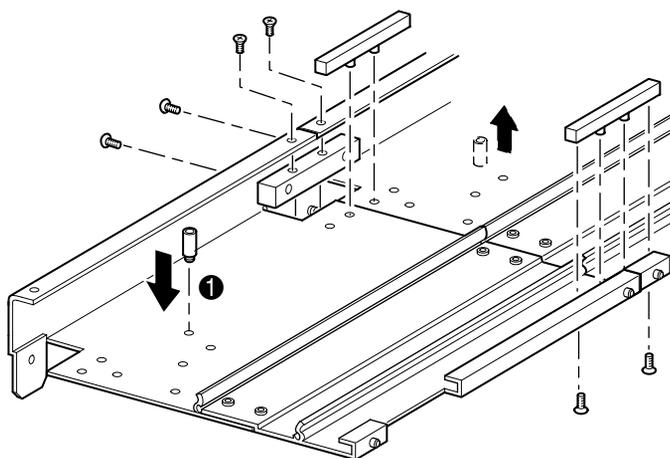

Figure 2-15. Installation des barres d'assemblage
- b. Alignez les broches des deux étroites barres d'assemblage avec les trous dans l'extension et l'unité de base PTM (voir la Figure 2-15), puis fixez-les en utilisant quatre vis de montage (deux vis pour chaque barre d'assemblage).
- c. Fixez la barre d'assemblage large (bord biseauté sur le coin intérieur de l'unité de base PTM et de l'extension) avec quatre vis de montage (voir la Figure 2-15).
10. Retirez la butée inférieure de l'unité de base PTM, puis fixez-la au trou de montage correspondant (❶, Figure 2-15) dans la dernière unité du PTM étendu.